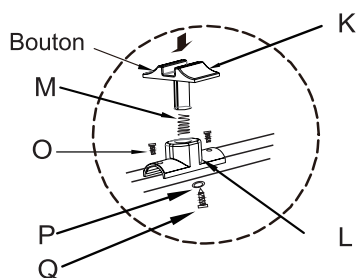

Fig.1
1. Arme el botón pulsador (consulte la Fig.1) Coloque el resorte (M) entre la parte superior (K) y la parte inferior del botón, (L) primero, luego asegure (K) y (L) juntos usando la junta (P) y un tornillo (Q).
2. Coloque el botón pulsador armado en el centro de la barra cruzada superior (E), fije el botón pulsador en la barra cruzada superior (E) usando 2 tornillos(O) (consulte la Fig.1)